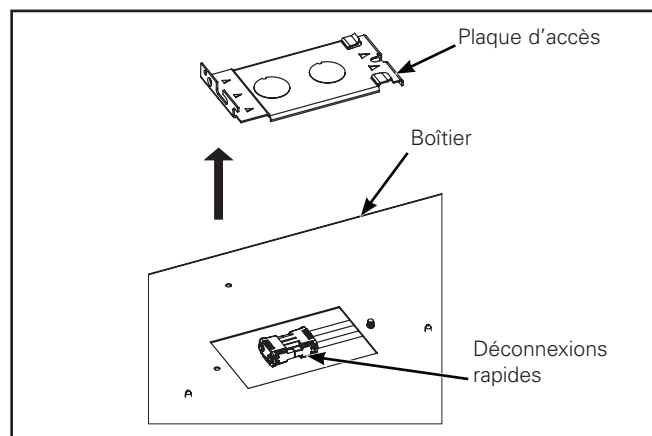

Figure 1.
1. Retirer la plaque d'accès à l'arrière du luminaire pour accéder aux déconnexions rapides pour procéder aux connexions électriques. (Figure 1.)